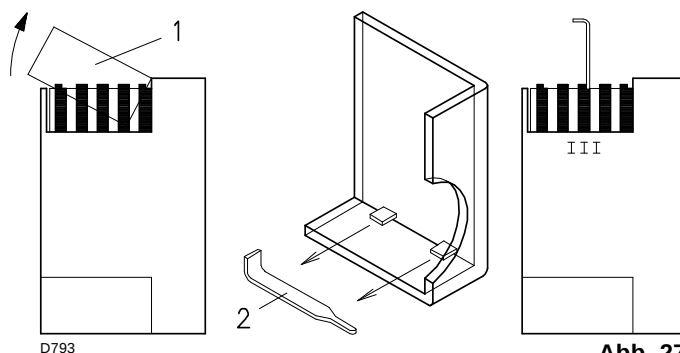

Abb. 27
- Zur Verringerung den Winkel des Nockens III) (Abb. 27) mit kleinen Verstellungen schrittweise reduzieren, d.h. vom Winkel 20° auf 18° - 16° bringen...
- Zum Erhöhen, den Wahlschalter "Leistung erhöhen" 2)(Abb. 25 auf S. 25) leicht drücken (die Gasdrossel um 10-15° öffnen), den Winkel des Nockens I) (Abb. 27) mit kleinen Verstellungen schrittweise erhöhen, d. h. vom Winkel 20° auf 22° - 24°....bringen
Für eine eventuelle Einstellung des Nockens I) den eingerasteten Deckel 1), (Abb. 27) abnehmen, die entsprechende Passfeder 2) herausziehen und in den Schlitz des Nockens I) einsetzen.